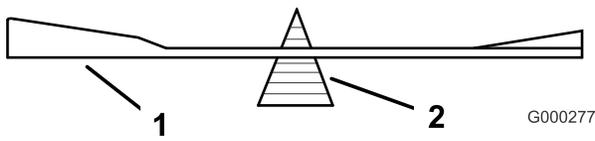

Figura 105
2. Verifique el equilibrio de la cuchilla colocándola sobre un equilibrador de cuchillas (Figura 105).